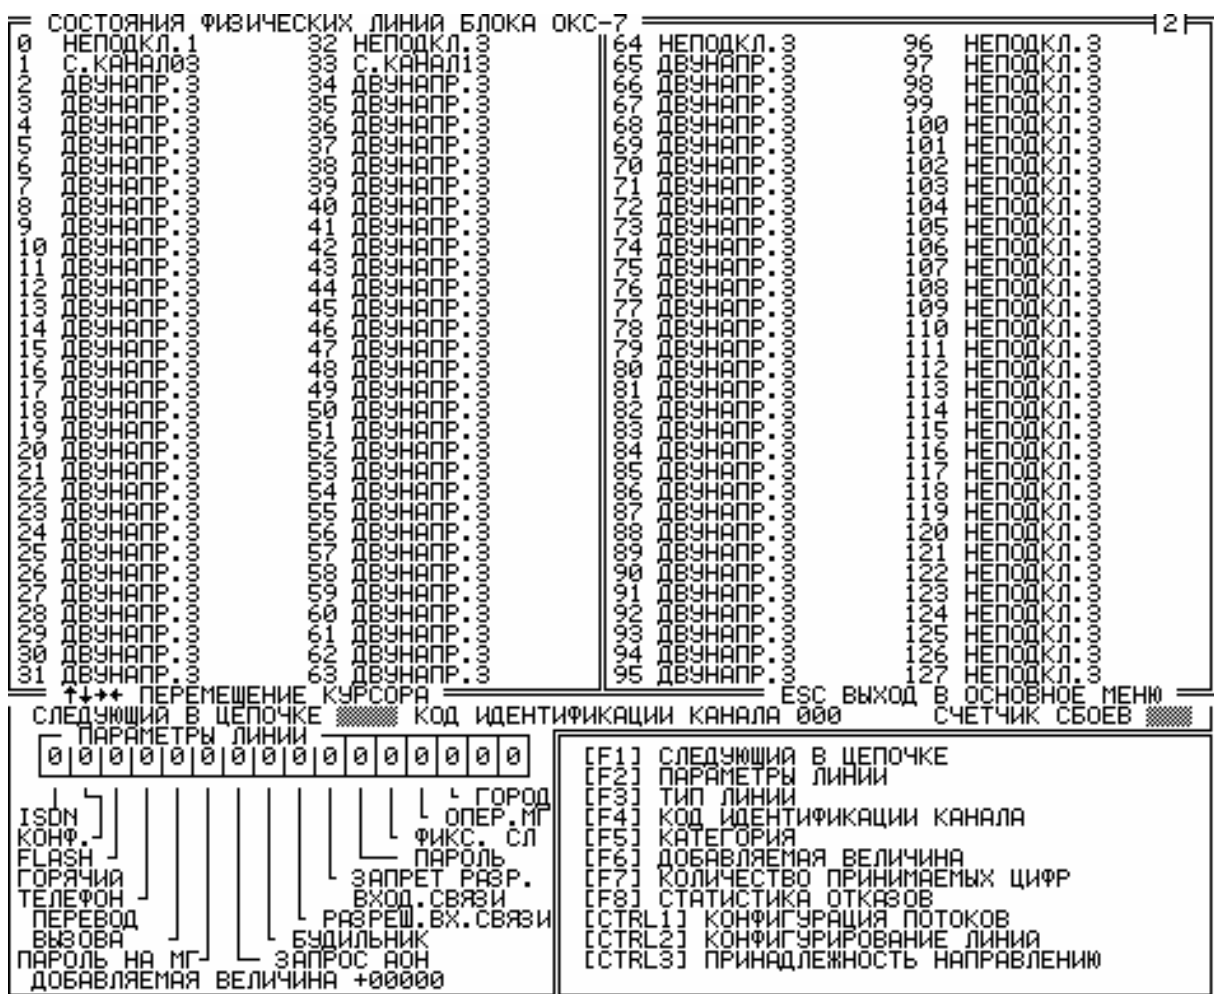

Рис. 16. Окно состояния физических линий блока ОКС-7.
4.4. Для конфигурирования потоков, принадлежащих направлению, необходимо из главного окна центрального коммутатора нажать комбинацию клавиш <ALT + номер блока>, где “номер блока” – это номер модема на центральном коммутаторе, к которому подключен блок с интересующими потоками. Появится окно, показанное на рис. 16.